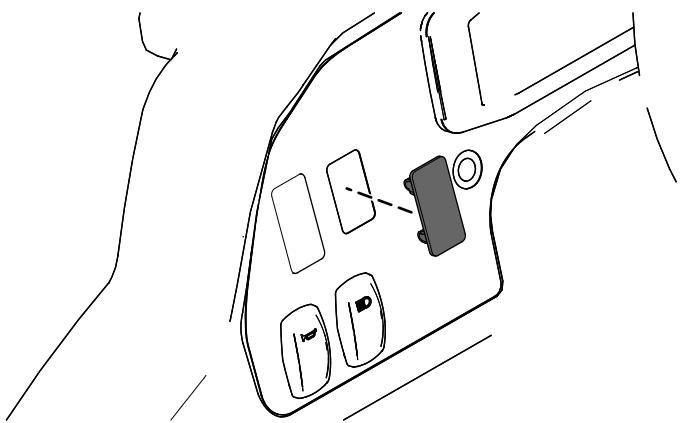

Рисунок 19
- Удалите пластмассовую заглушку из приборной панели (Рисунок 19).